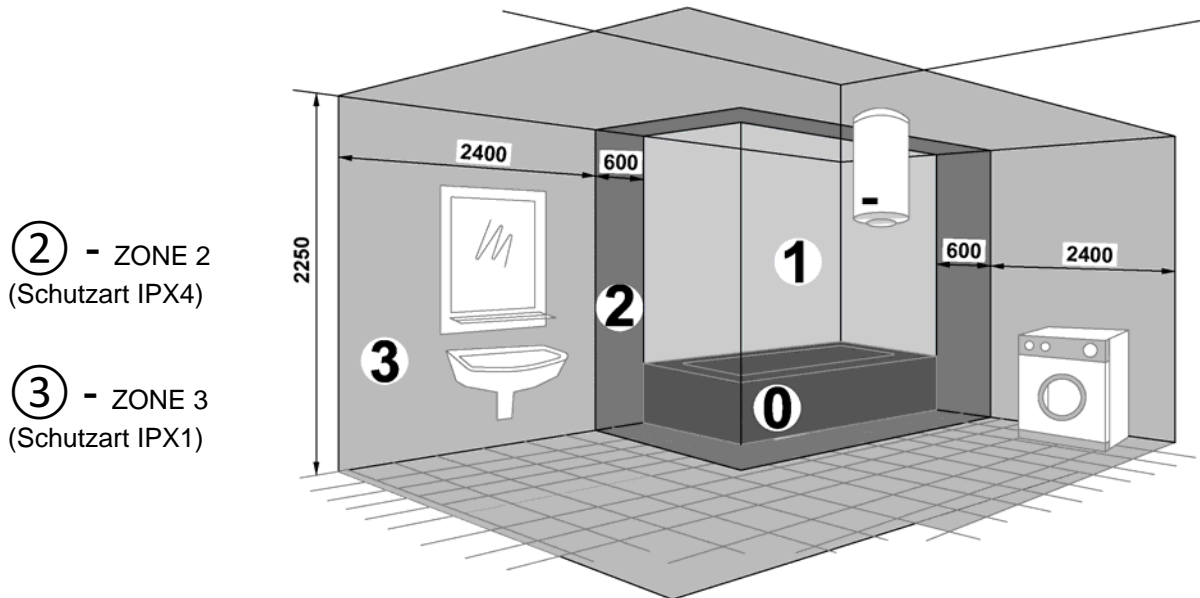

Abb. 1: Einteilung der Zonen im Badezimmer
- Die Wasserbeständigkeitsklasse des Reglers beträgt I. Bei einer Installation im Badezimmer ist der Regler in der Form in der Zone 3 (siehe Abb. 1) zu installieren, dass er sich außerhalb der Reichweite von Personen befindet, welche die Dusche oder Badewanne benutzen.